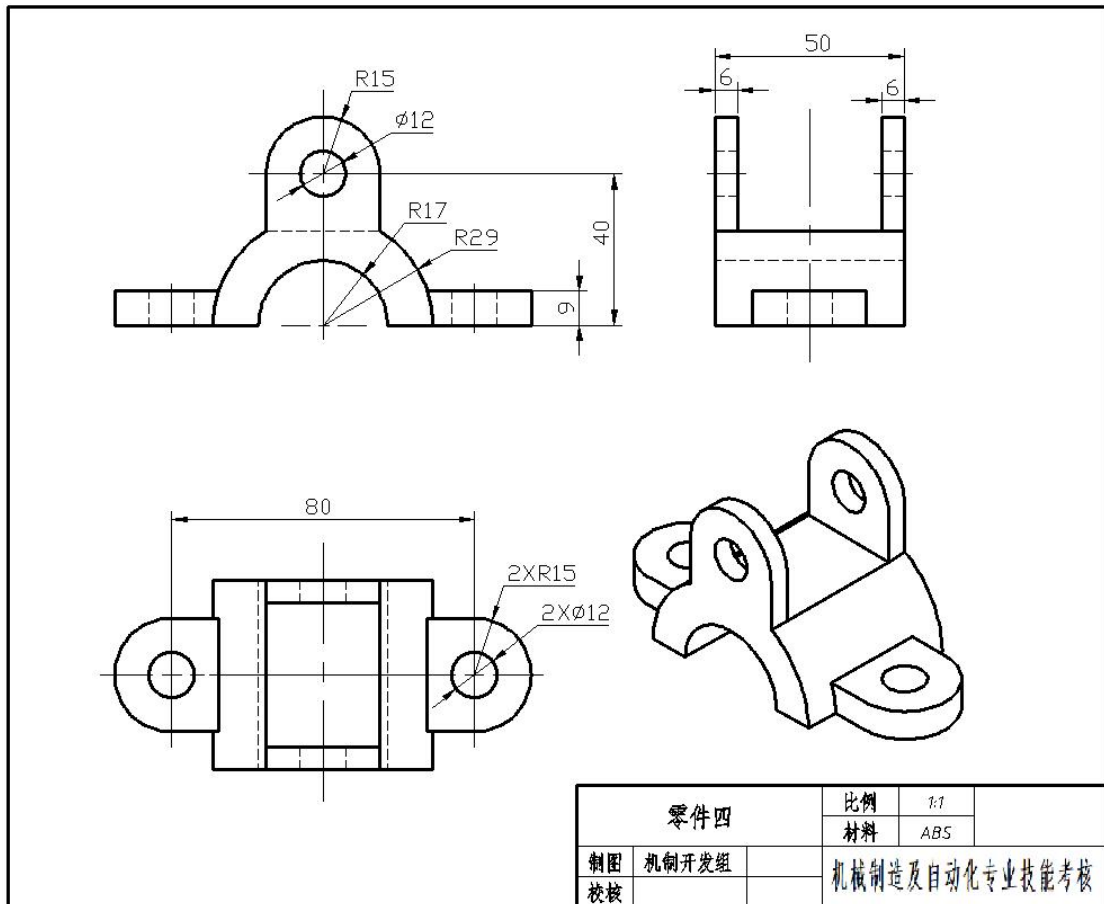

图3-1-4 零件四
某企业需要生产如图3-1-4的零件，要求该企业机械制造工程技术人员、质量管理工程技术人员、机械设计工程技术人员在电脑上用Pro/ENGINEER、UG NX、SolidWorks等三维软件完成该零件的三维模型及工程图绘制，最终结构要素的形状、尺寸要求等以图纸标注为准。生产过程中按“6S”规范文明生产。
- 3) 根据图3-1-4所示尺寸完成零件四的三维建模及工程图绘制；